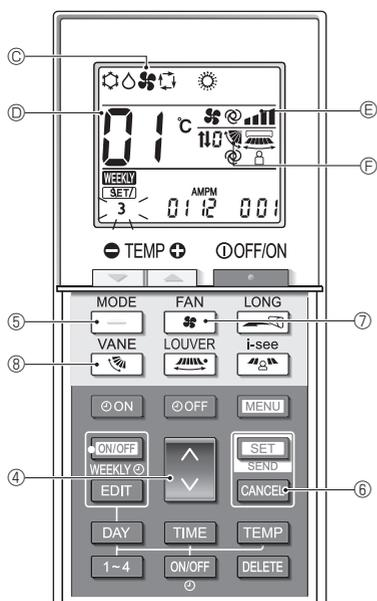
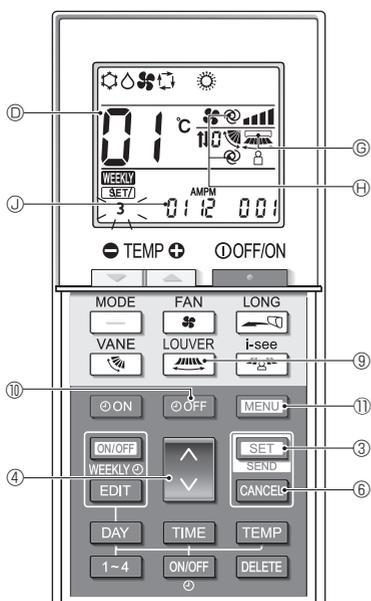

Fig. 6-2
Fig. 6-3
6.3. Режим отдельной настройки 1 (Fig. 6-2, Fig. 6-3)
- Если настройка неверна, нажмите кнопку ⑥ и повторите процедуру, начиная с шага 1.
6.4. Выполнение настроек (Fig. 6-3)